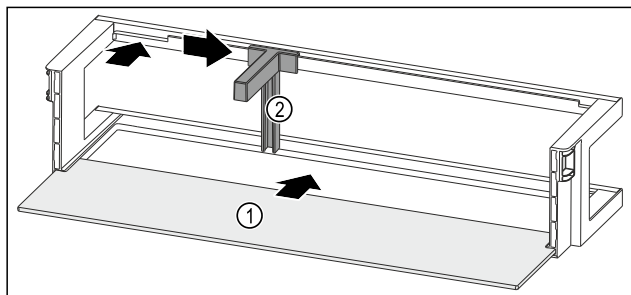

Fig. 88 Türabsteller mit Ablagefläche
- ▶ Ablagefläche Fig. 88 (1) in die seitlichen Einsparungen einschieben.
- ▶ Flaschenhalter Fig. 88 (2) in die Aussparung einsetzen.
- ▶ Flaschenhalter Fig. 88 (2) in gewünschte Position zur Seite schieben.